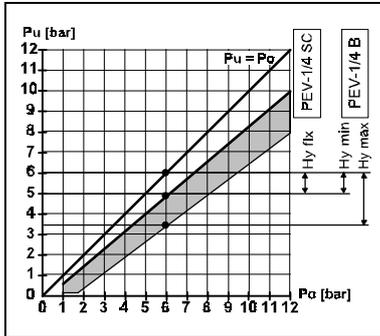

Bild 16/Fig. 16
6. Beaufschlagen Sie den PEV-... mit dem unteren Schaltdruck  $p_u$  (oberer Schaltdruck  $p_o$  minus gewünschte Hysterese  $H_y$  [siehe hierzu Diagramm in Bild 16]).
6. Apply the lower switching point  $p_u$  to the PEV-... (upper switching point  $p_o$  minus desired hysteresis  $H_y$  [see diagram in Fig. 16]).